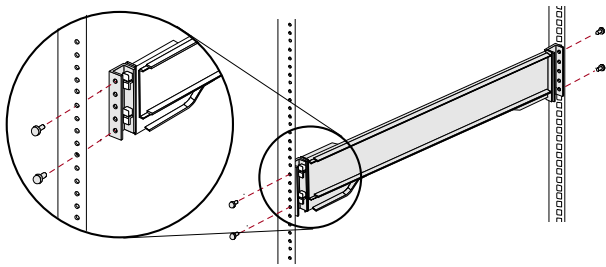

Figura 8. Uso degli adattatori per fori rotondi
2. Guardando il rack, posizionare la guida sinistra nel rack, allineando i fori dell'adattatore con i fori del rack frontali a sinistra utilizzati (Figura 8 a pagina 3).